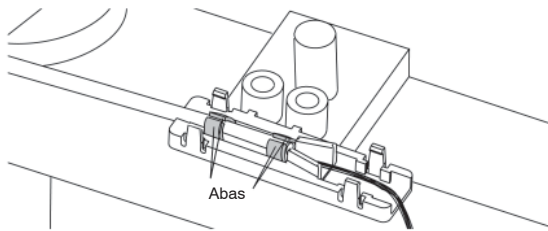

Figura 12
6.9 Utilize o alicate para dobrar suavemente as abas de agarrar sobre a extremidade do cordão (Figura 12). Verifique a eficácia do agarrar, puxando e torcendo o cordão – este não deverá mover-se.